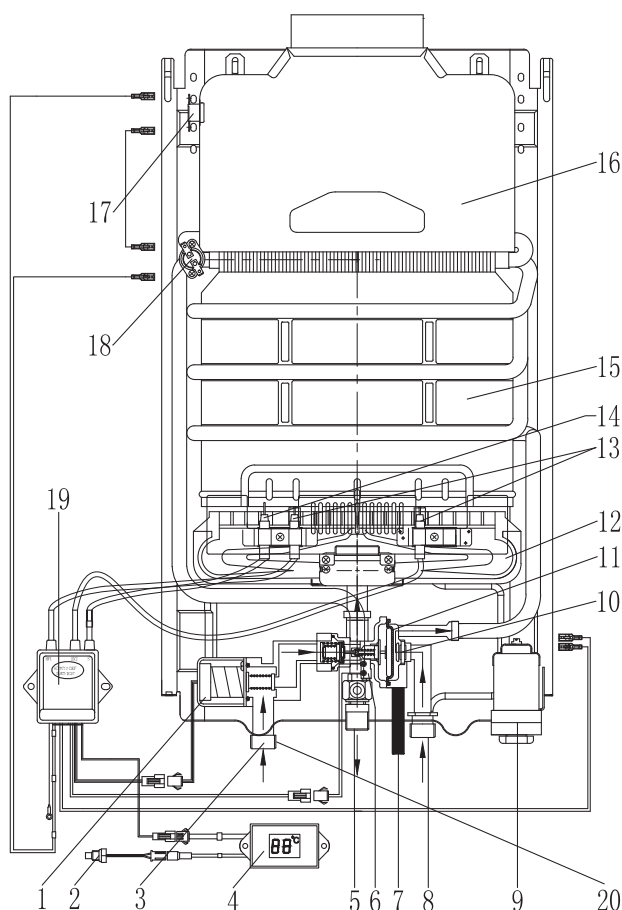

Рис. 7. Fiery 6/10 LPG
- открутите сливную заглушку (7 на схеме устройства, рис. 7), для того, чтобы из водонагревателя вылилась вся вода;